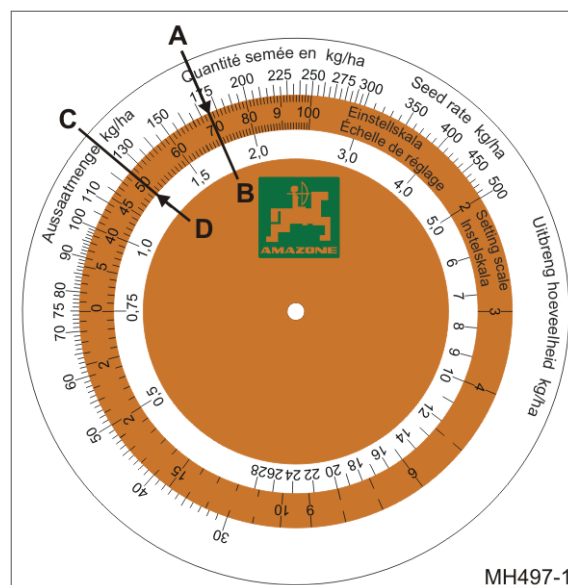

Fig. 200
175 kg/ha (Fig. 200/A)
- o position du boîtier 70 (Fig. 200/B)
2. Lire la position de boîtier pour le débit souhaité de 125 kg/ha (Fig. 200/C). sur la disquette de calcul.
- Position de boîtier « 50 » (Fig. 200/D).